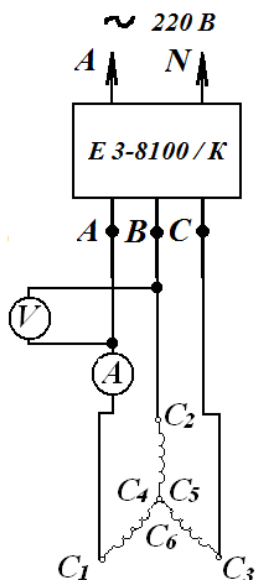

Рис. 5
15) Собрать электрическую схему запуска трехфазного электродвигателя, от однофазной сети с помощью преобразователя числа фаз и частоты питающего тока Е 3 – 8100 / К, рис. 5.